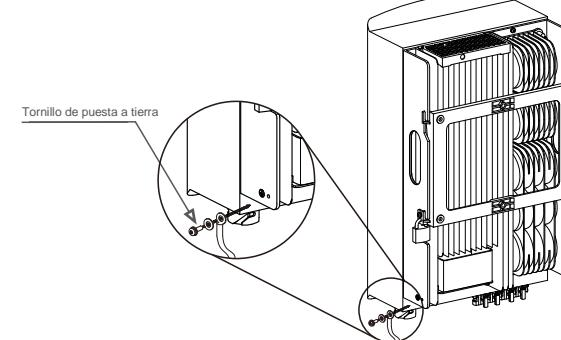

Figura 5.10 Cable fijo
6) Conecte el cable de conexión a tierra al punto de conexión a tierra del disipador de calor y apriete el tornillo de conexión a tierra. El par es de 3-4 nm (consulte la figura 5.10).